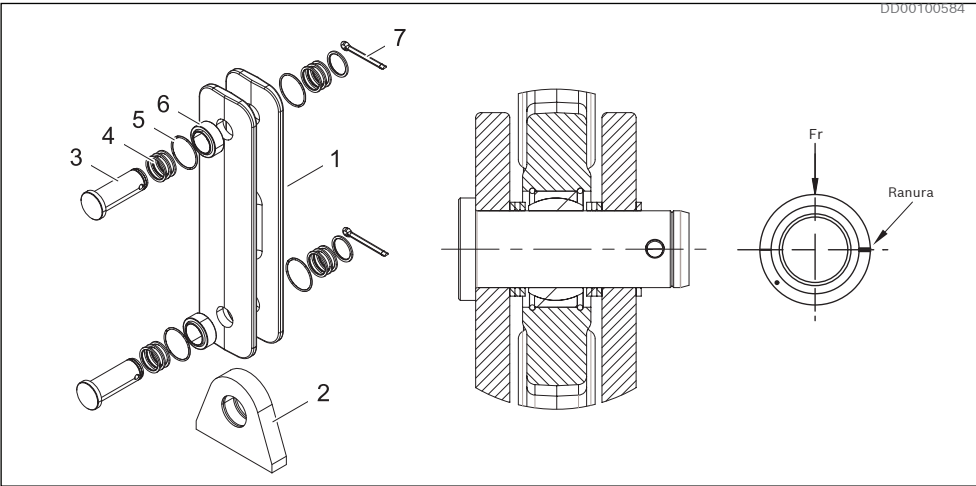
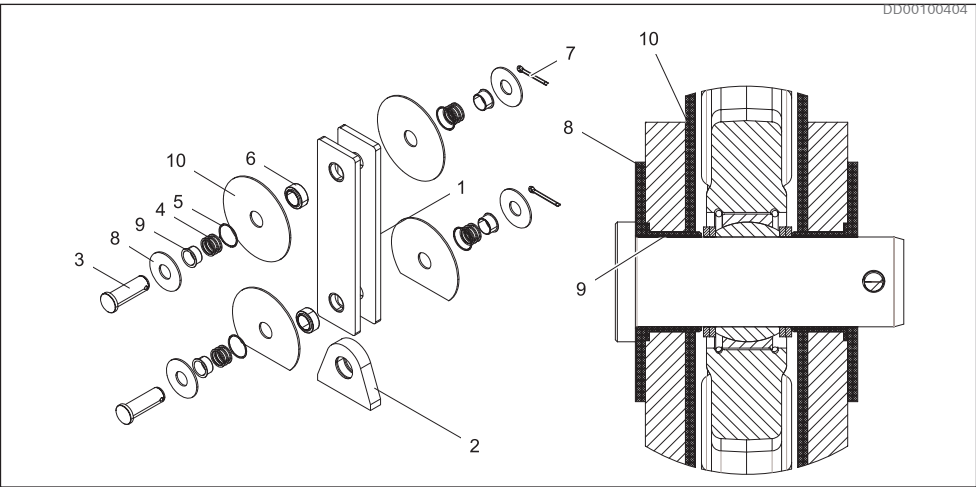
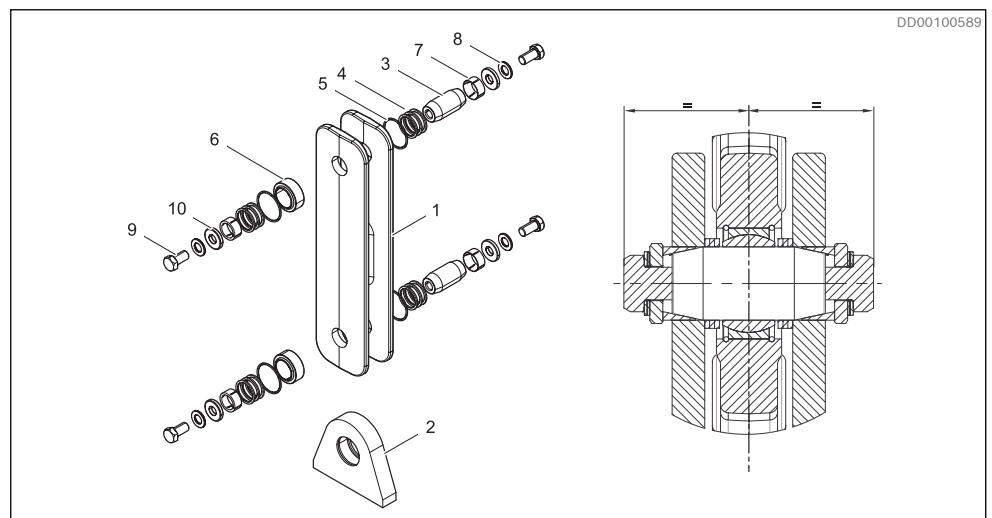

Fig. 22: Conexión articulada estándar TC A
Fig. 23: Conexión articulada TC A con aislamiento eléctrico
Fig. 24: Conexión articulada de alta resistencia TC A
2. La conexión articulada y el rodamiento esférico liso se deben desmontar durante la soldadura. Ver Fig. 22 y Fig. 23.
- 1. El rodamiento (6) se instalará usando un casquillo de instalación o tubo aplicado al anillo exterior del rodamiento.
- 2. El rodamiento se instalará con la ranura del anillo exterior perpendicular a la dirección de carga. Ver Fig. 22 (válido también para Fig. 23).
- 3. Asegure los rodamientos con los anillos de retención (5).
- 4. Monte el resto de los componentes siguiendo Fig. 22 y Fig. 23.
1. El rodamiento (6) se instalará usando un casquillo de instalación o tubo aplicado al anillo exterior del rodamiento.
2. El rodamiento (6) se instalará con la ranura del anillo exterior perpendicular a la dirección de carga. Ver *Fig. 22* (válido también para *Fig. 24*).
3. Asegure los rodamientos (6) con los anillos de retención (5).
4. Engrase los casquillos (7) y el eje (3) con el aceite que tenga disponible, preferiblemente aceite de grafito. No engrase las roscas.
5. Inserte el eje (3) y los anillos de los discos auxiliares (4) y coloque el eje (3) en los tubos. Asegúrese de que el eje está centrado, ver *Fig. 24*. Instale los casquillos (7), y después las arandelas y las tuercas de la cuña de bloqueo (9). Apriete los tornillos con 350 Nm, 258 lbf·ft.